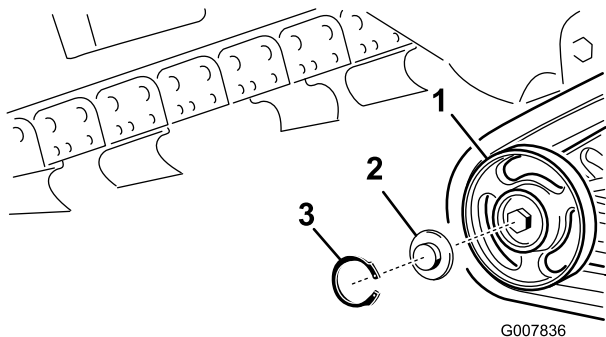

Bild 50
2. Nehmen Sie den Sprengring und die Kappe vom Straßenrad ab (Bild 50).
3. Prüfen Sie das Schmiermittel unter der Kappe und um die Dichtung (Bild 50). Wenn es schmutzig, körnig oder verbraucht ist, entfernen Sie das gesamte Schmiermittel, wechseln Sie die Dichtung aus und fügen Sie neues Schmiermittel hinzu.
5. Setzen Sie die eingefettete Straßenradkappe auf den Schraubenkopf (Bild 50).
6. Befestigen Sie die Straßenradkappe mit dem Sprengring (Bild 50).